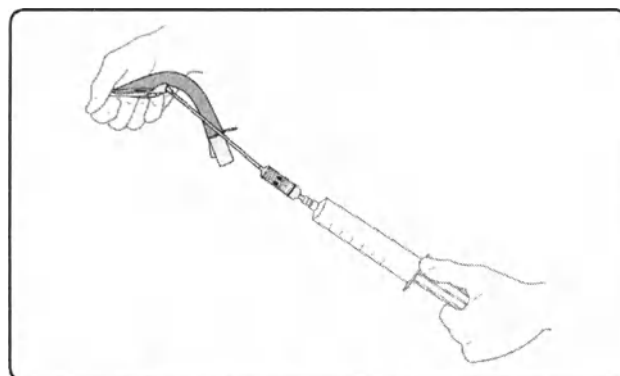

Рис. 8 Выпуск воздуха
- Надежно подсоединив шприц объемом не менее 50 мл к порту для надувания, удерживать шприц и изделие в точности так, как показано на рис. 8. Отвести подсоединенный шприц таким образом,